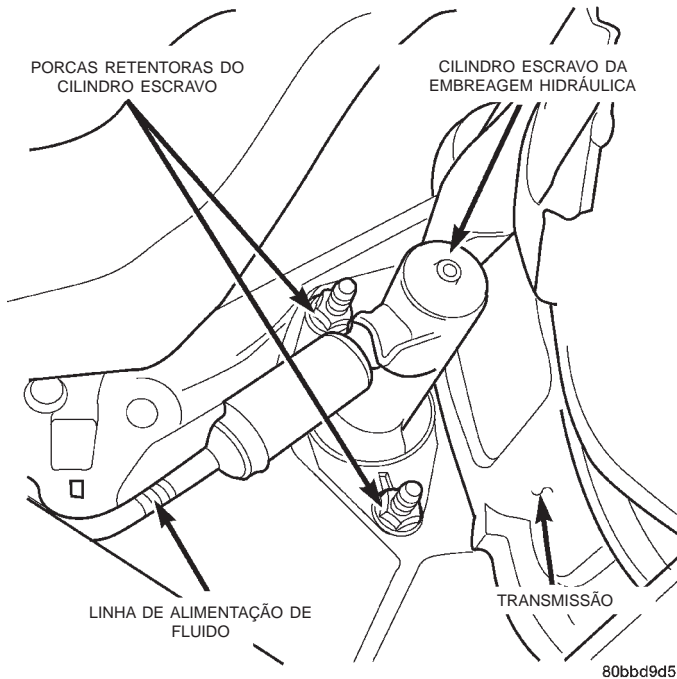

Fig. 26 Cilindro Escravo da Embreagem
(13) Instale o cilindro escravo da embreagem e as 2 porcas retentoras (Fig. 26). Aperte as porcas com um torque de 40 N·m (30 pés-lb.).
(14) Instale na barra transversal do suporte da transmissão a porca do suporte do sistema do esca-